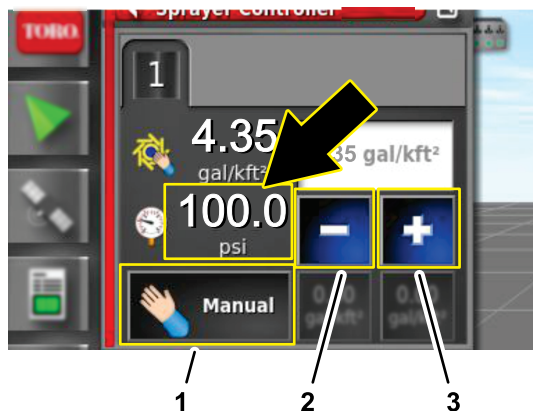

Рисунок 201
7. В диалоговом окне контроллера интенсивности опрыскивания нажимайте значок RATE CONTROL MODE (РЕЖИМ УПРАВЛЕНИЯ ИНТЕНСИВНОСТЬЮ ОПРЫСКИВАНИЯ), пока не будет отображен ручной режим (Рисунок 201).
8. Нажимайте значок пошагового уменьшения (-) или пошагового увеличения (+), чтобы отрегулировать давление в системе опрыскивания (Рисунок 201) на 6,9 бар (100 фунтов на кв. дюйм).